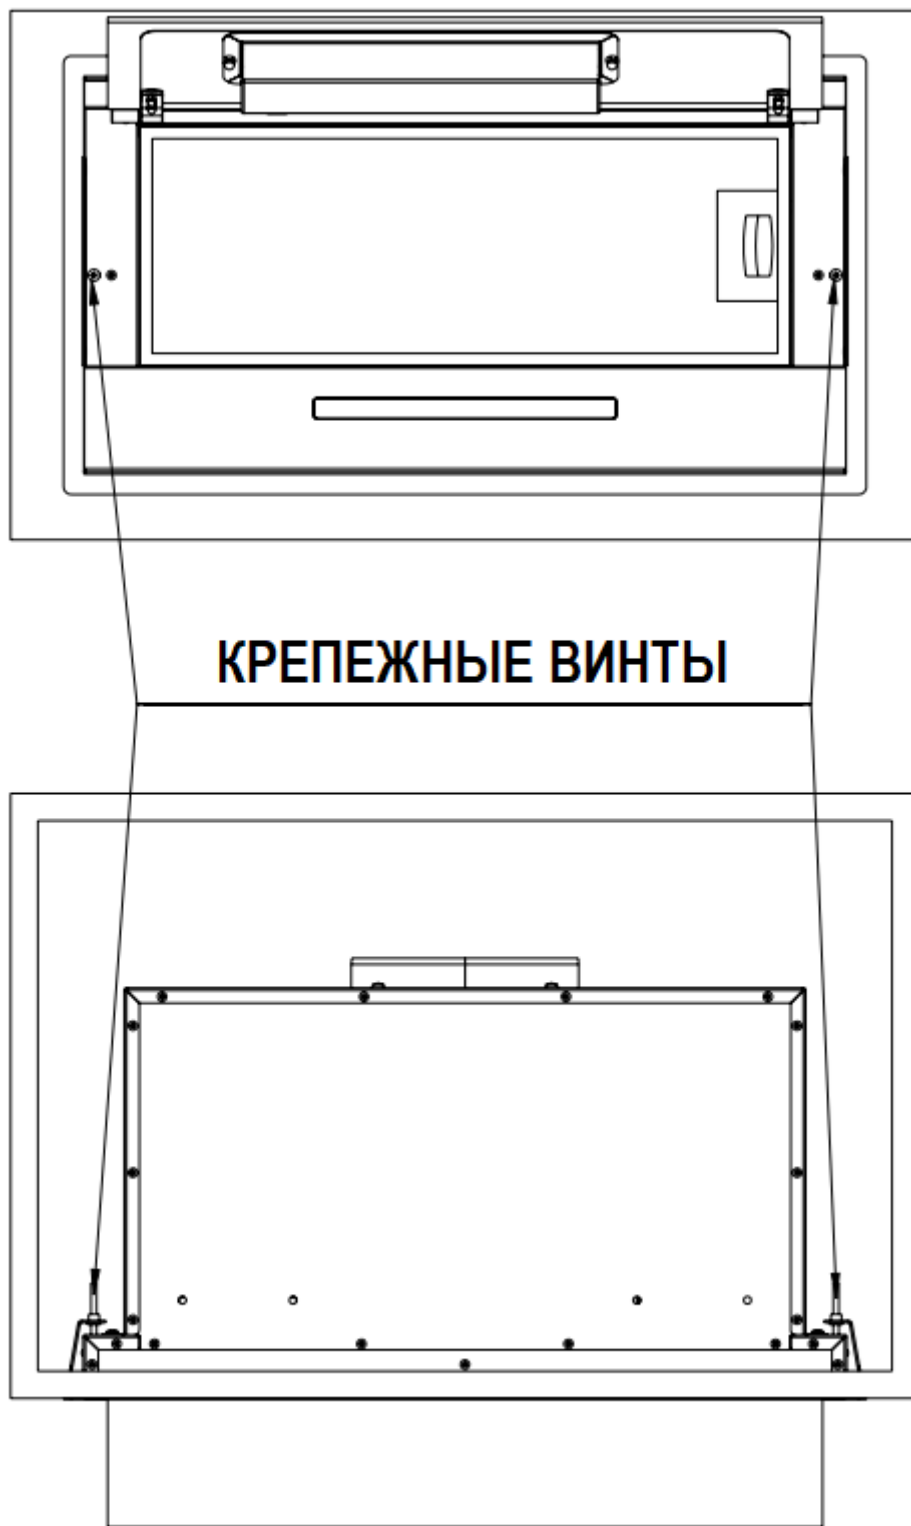

Рис. 2
4. Затяните крепежные винты по бокам вытяжки так, чтобы нижняя часть вытяжки опиралась на нижнюю поверхность шкафа рис. 2